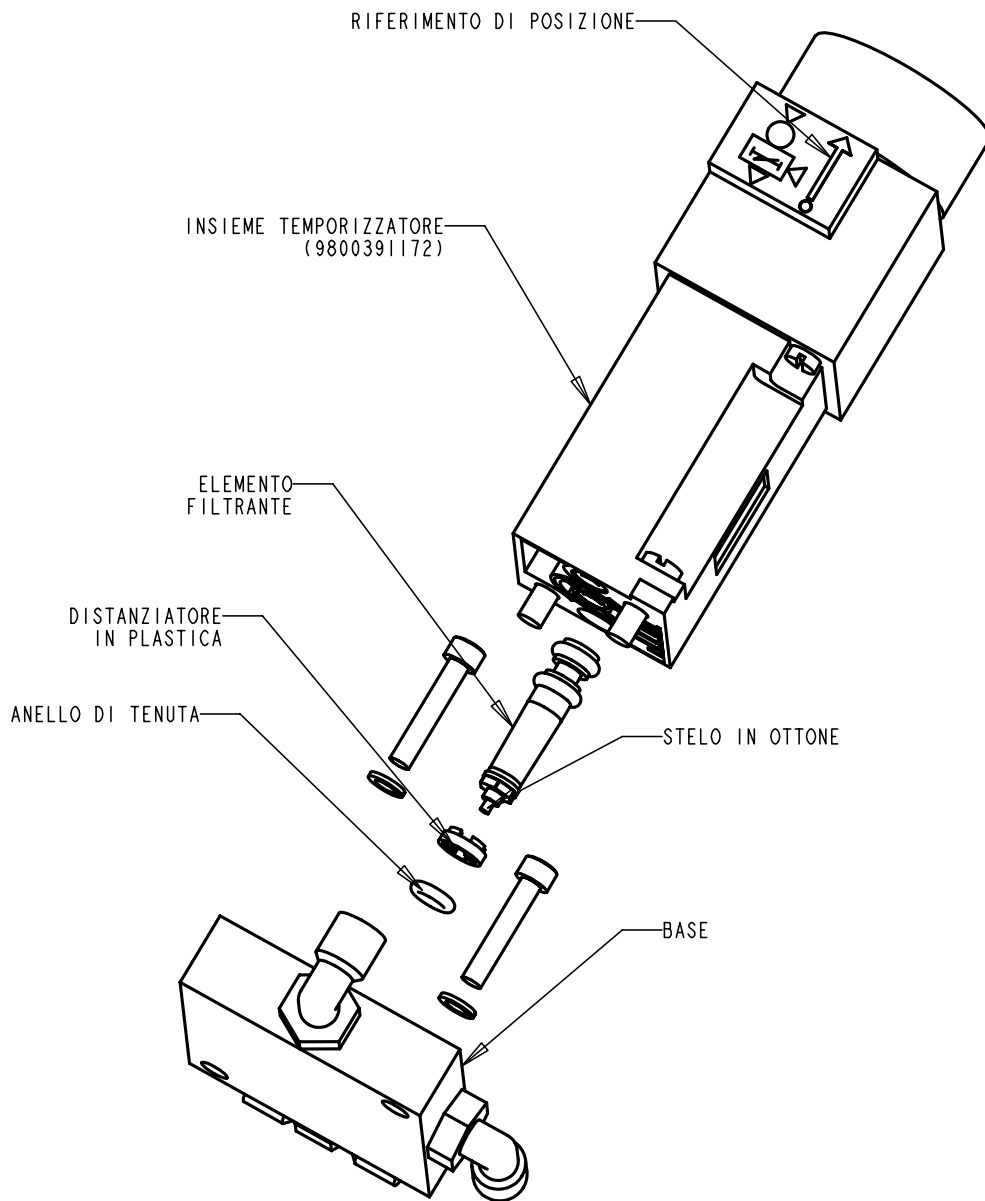

FIGURA 7.1
**IMPORTANTE: ESEGUIRE LE SEGUENTI OPERAZIONI DI MANUTENZIONE OGNI (6) MESI.**
1. **FILTRO DEL TEMPORIZZATORE** – Aprire il coperchio posteriore e rimuovere la vite che fissa il coperchio dell'armadietto. Rimuovere il coperchio dell'armadietto (Figura 3.0). Rimuovere l'insieme temporizzatore dalla base (Figura 7.1) utilizzando un cacciavite a lama piatta. Rimuovere il piccolo anello di tenuta ed il distanziatore in plastica. Afferrare lo stelo in ottone dell'elemento filtrante e tirarlo verso l'esterno. Pulire l'elemento filtrante con solvente. Asciugarlo con aria calda e rimontarlo.